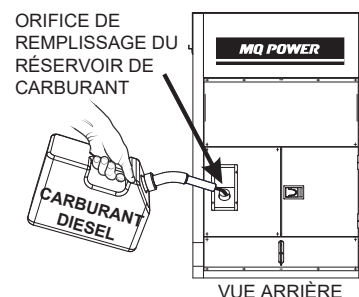

Figure 30. Alimentation du générateur
2. Retirez le bouchon de carburant et remplissez le réservoir comme indiqué dans la Figure 30.